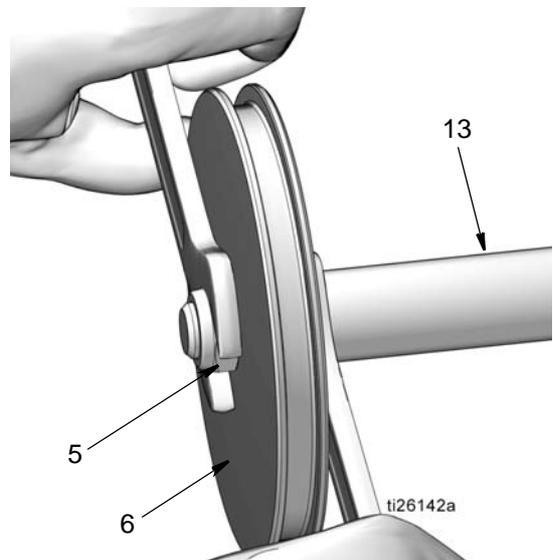

FIG. 48
- Installare il dado (5) sull'estremità dell'asta del pistone (13). Utilizzare due chiavi lavorando in direzioni opposte per serrare il dado. Utilizzare una chiave aperta sulle superfici piane dell'asta del pistone e la seconda chiave per serrare il dado (5) come mostrato in FIG. 48.